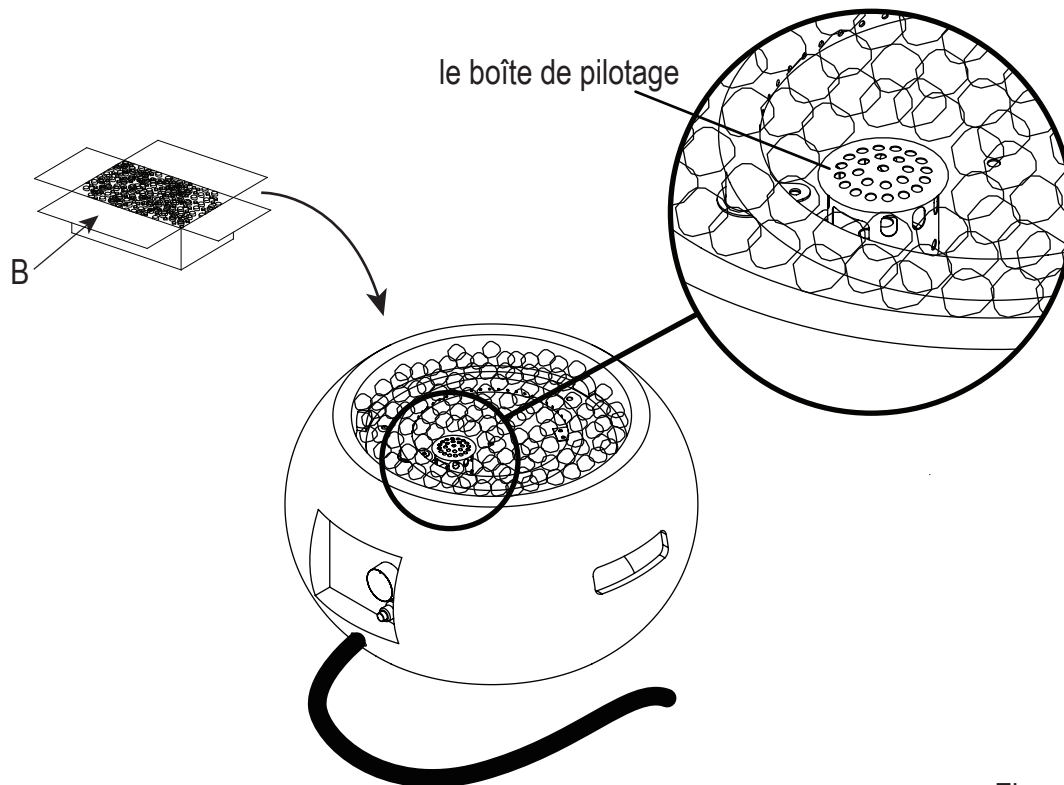

Figure 2
2. Ouvrez la boîte de pierres de lave et placez les pierres de lave (B) dans le foyer (A) (voir la figure 2). Un foyer à gaz nécessite 8.8 lbs de pierres de lave.